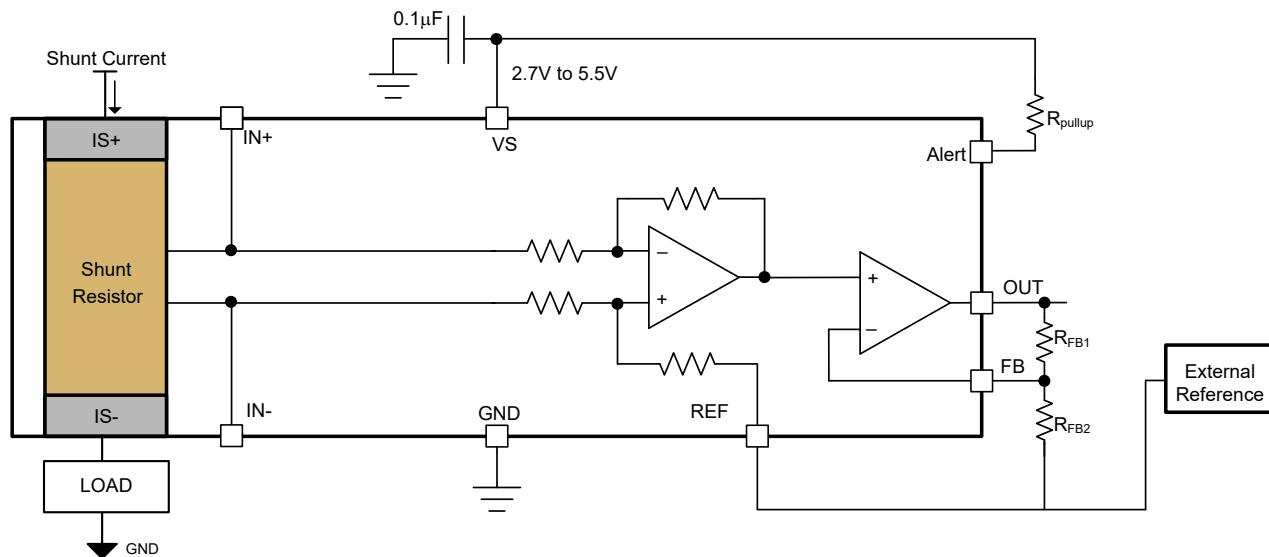

図 6-7. 外部抵抗分割器による調整可能なゲイン設定
INA751x は、2 つの外付け抵抗ネットワークでゲインを調整可能です。デフォルトのゲインは 40mV/A であり、外付けの可変ゲイン抵抗ネットワークを追加することで、総ゲイン (G) は最大 800mV/A の範囲に対応できます図 6-7 に、外付けゲインを追加するように構成された 2 つの外付け抵抗 R_{FB1} および R_{FB2} を示します。式 2 は外部可変ゲインの計算に使用でき、式 3 は外付け可変ゲインでのシステムの合計ゲインを示します。リファレンスピンによる出力の調整に示すように、REF ピンと抵抗 R_{FB2} の一方の端は、OUT ピンで必要な電圧に基づいて、外部リファレンスに接続されています。